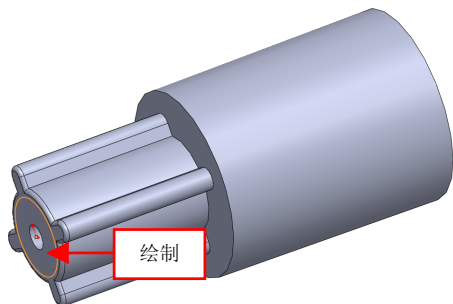

图 7-14 绘制圆对象
(3) 进入草图绘制环境，单击【圆】按钮，在绘图区中，绘制一个半径为 4 的圆对象，如图 7-14 所示。